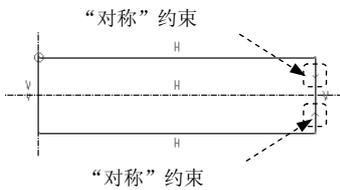

图 2.13.4 绘制图形
Step 2 在 **草绘** 选项卡中单击 **矩形** 按钮，绘制图 2.13.4 所示的图形（则绘制过程中系统会自动提示图 2.13.4 所示的对称约束）。